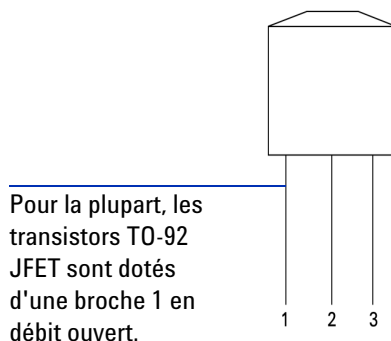

Figure 5-10 JFET TO-92
- 3 Dans notre exemple, nous employons un JFET TO-92, comme illustré dans la Figure 5-10.